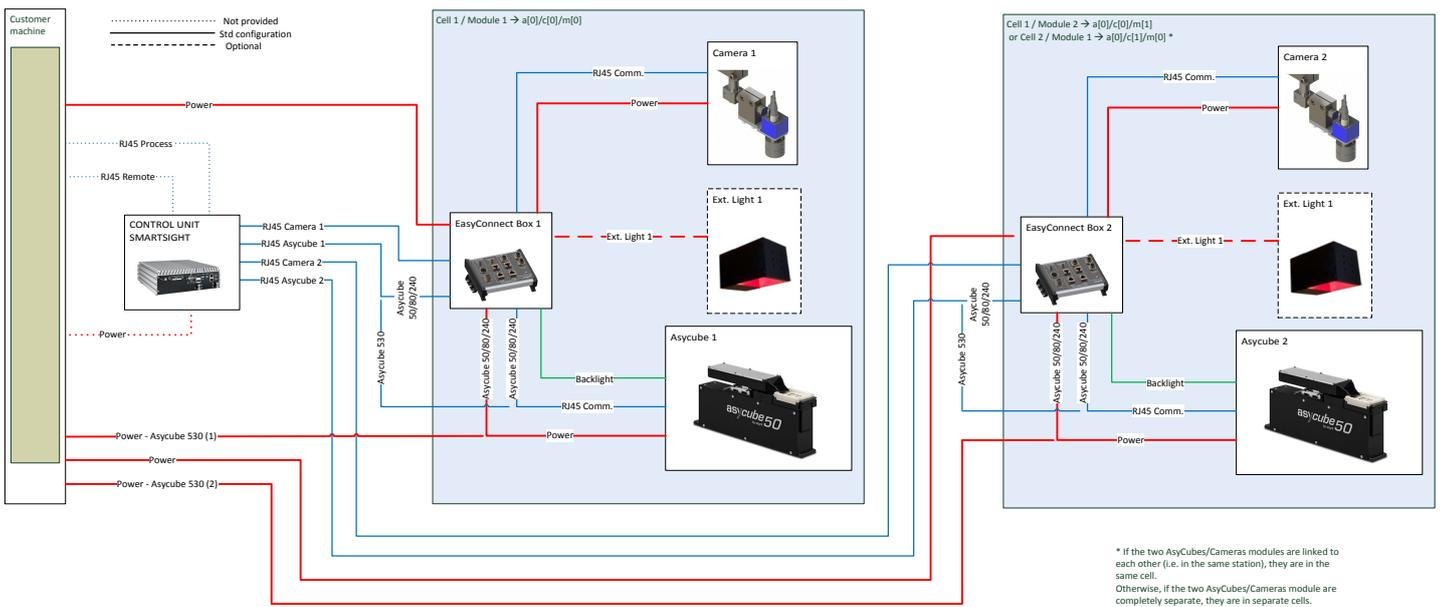

Figure 2-8 : Diagramme général de d'une double configuration de base
- Double configuration de base (Figure 2-8)